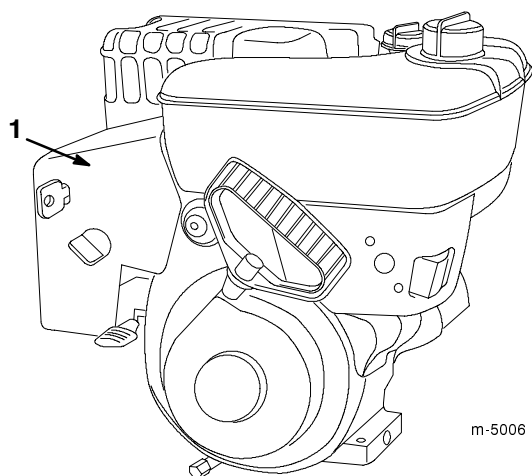

Figure 19
Avant d'utiliser la déneigeuse par une température extérieure supérieure ou égale à 4°C, déposez la boîte de chauffage (Fig. 19).
1. Débranchez la bougie et éloignez le capuchon pour éviter tout risque de contact accidentel (Fig. 19).
4. Retirez les deux vis Phillips et les trois vis à tête hexagonale qui fixent la boîte de chauffage du carburateur en position (Fig. 19).